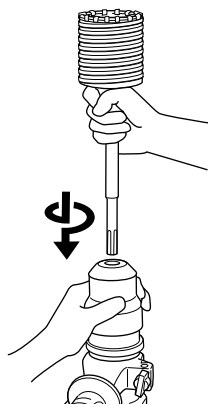

Fig. 25
- (2) Montar la espiga de la barrena tubular en el martillo perforador. (Fig. 25)